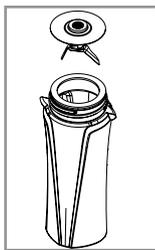

Figure 2
- Mettez alors le couteau, les lames seront dans le verre. (Voyez la figure 2)